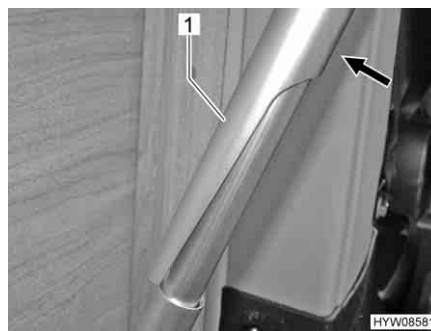

Fig. 31 Piede di sostegno, sbloccato
- Spingere la parte superiore del piede del tavolo (Fig. 31,1) verso la parete esterna (Fig. 31).